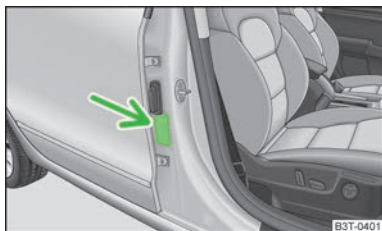

Fig. 147
- Este hecho lo indica también el adhesivo que se encuentra en la columna B en el lado del acompañante » fig. 147. El adhesivo es visible al abrir la puerta del acompañante. Para algunos países se pega el adhesivo también en la visera parasol del acompañante.